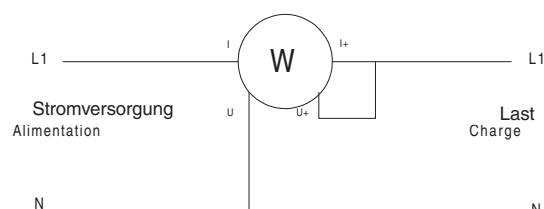
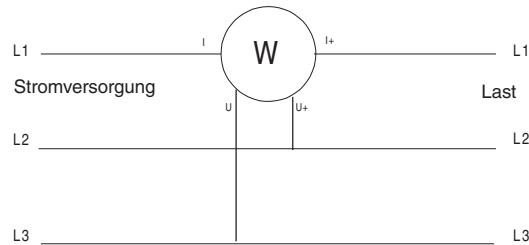

Abb. 4.4.1 Anschlusschema für einphasige Messung
Abb. 4.4.2 Anschlusschema für dreiphasige Messung im symmetrischen 3 Leiter system (nur PX 120)
Verfahren Sie nach dem Anschlussschema aus Abb. 4.4.1 (einphasig) oder Abb. 4.4.2 (Dreiphasig ausgeglichen, T3FE nur PX 120) und stellen Sie wenn möglich für den entsprechenden Fall sicher, dass dabei die maximal zulässigen Grenzwerte nicht überschritten werden (siehe Tabelle unten).
3. Verfahren Sie nach dem Anschlusschema aus Abb. 4.4.1 (einphasig) oder Abb. 4.4.2 (Dreiphasig ausgeglichen, T3FE nur PX 120) und stellen Sie wenn möglich für den entsprechenden Fall sicher, dass dabei die maximal zulässigen Grenzwerte nicht überschritten werden (siehe Tabelle unten).
3. Verfahren Sie nach dem Anschlussschema aus Abb. 4.4.1 oder Abb. 4.4.2 (T3FE nur bei PX 120) und stellen Sie wenn möglich für den entsprechenden Fall sicher, dass dabei die maximal zulässigen Grenzwerte nicht überschritten werden (siehe Tabelle unten). Die Umschaltung des Messbereichs erfolgt automatisch.